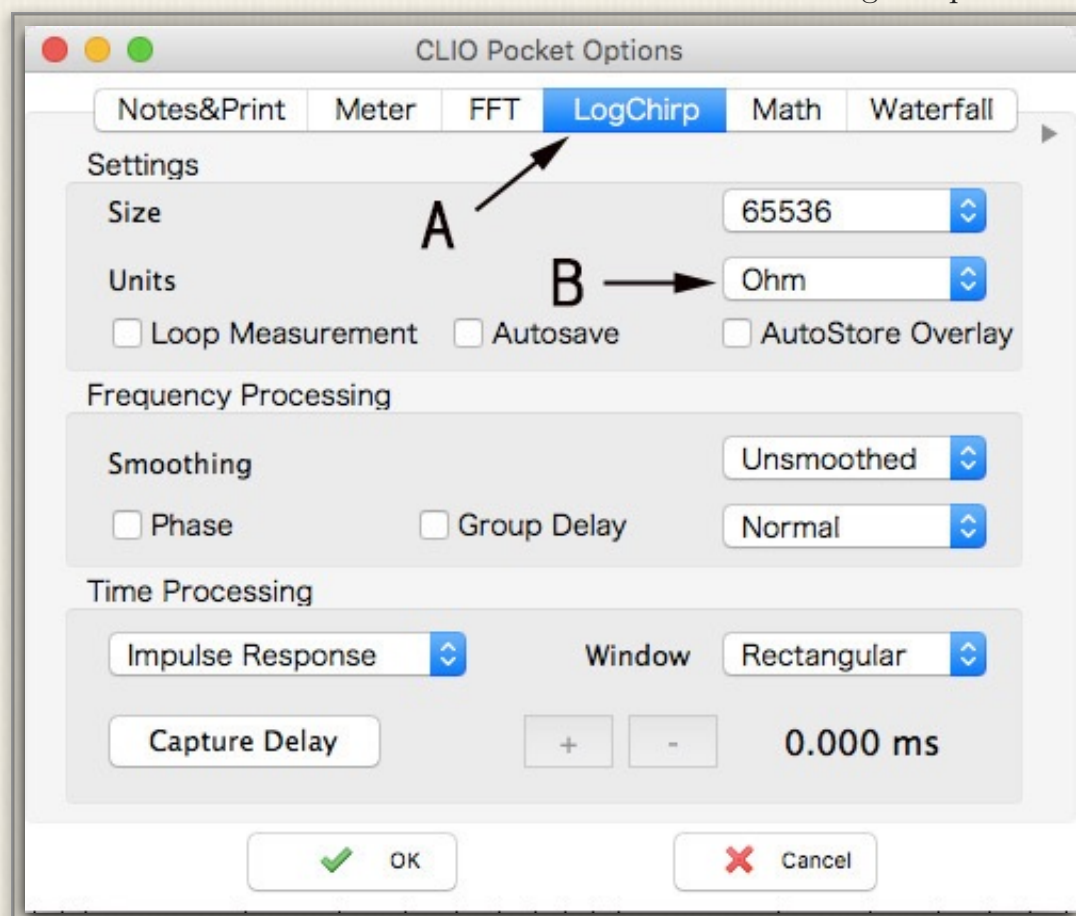

図 3-3 「LogChirp」設定画面
「LogChirp」信号は色々な測定で使われますが、設定法を図3-3に示します。サイドバーのギヤマークをクリックすると、この窓が開きます。ここは測定一般の設定画面なので、矢印A「LogChirp」タブを開きます。Bで測定対象単位を選択します。この図では「Ohm」になっていますが、ここをクリックするとプルダウンメニューが開くので、適宜必要なものを選択します。
- ① 写真3-2のようにCP-1の出力にスピーカーを接続する
- ② 図3-3の設定画面で矢印B「Ohm」を選択する